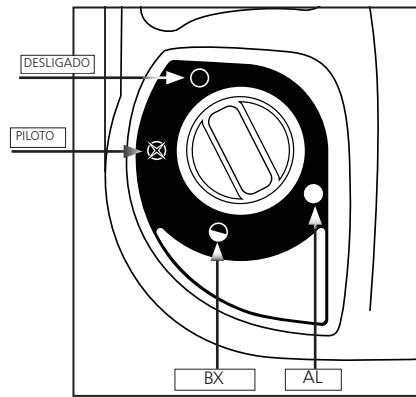
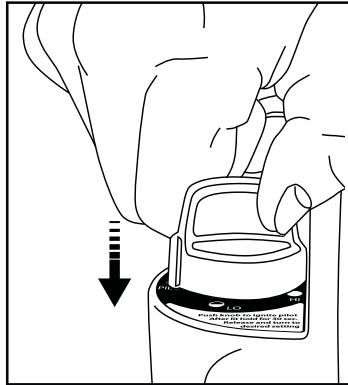

Figura 1: Botão de Controlo
Figura 3: Ignição
- Certifique-se das quatro posições do Botão de Controlo se está na posição "OFF" : Ver a Figura 1.
- Gire o Botão de Controlo para a esquerda para a posição "PILOT" e pressione para acender; ver a Figura 1 e Figura 3.
(ajuste de "LO" ou "HI") Figura 1.